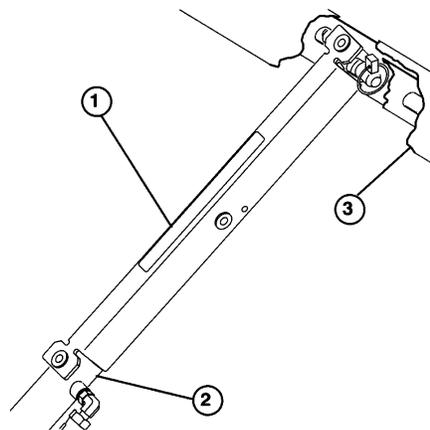

Fig. 24
3. Spingere il supporto del piano sull'asta del cilindro, accertando che le lunette di supporto terminali poggino sull'estremità della canna del cilindro e sulla punta del tirante (Fig. 24).